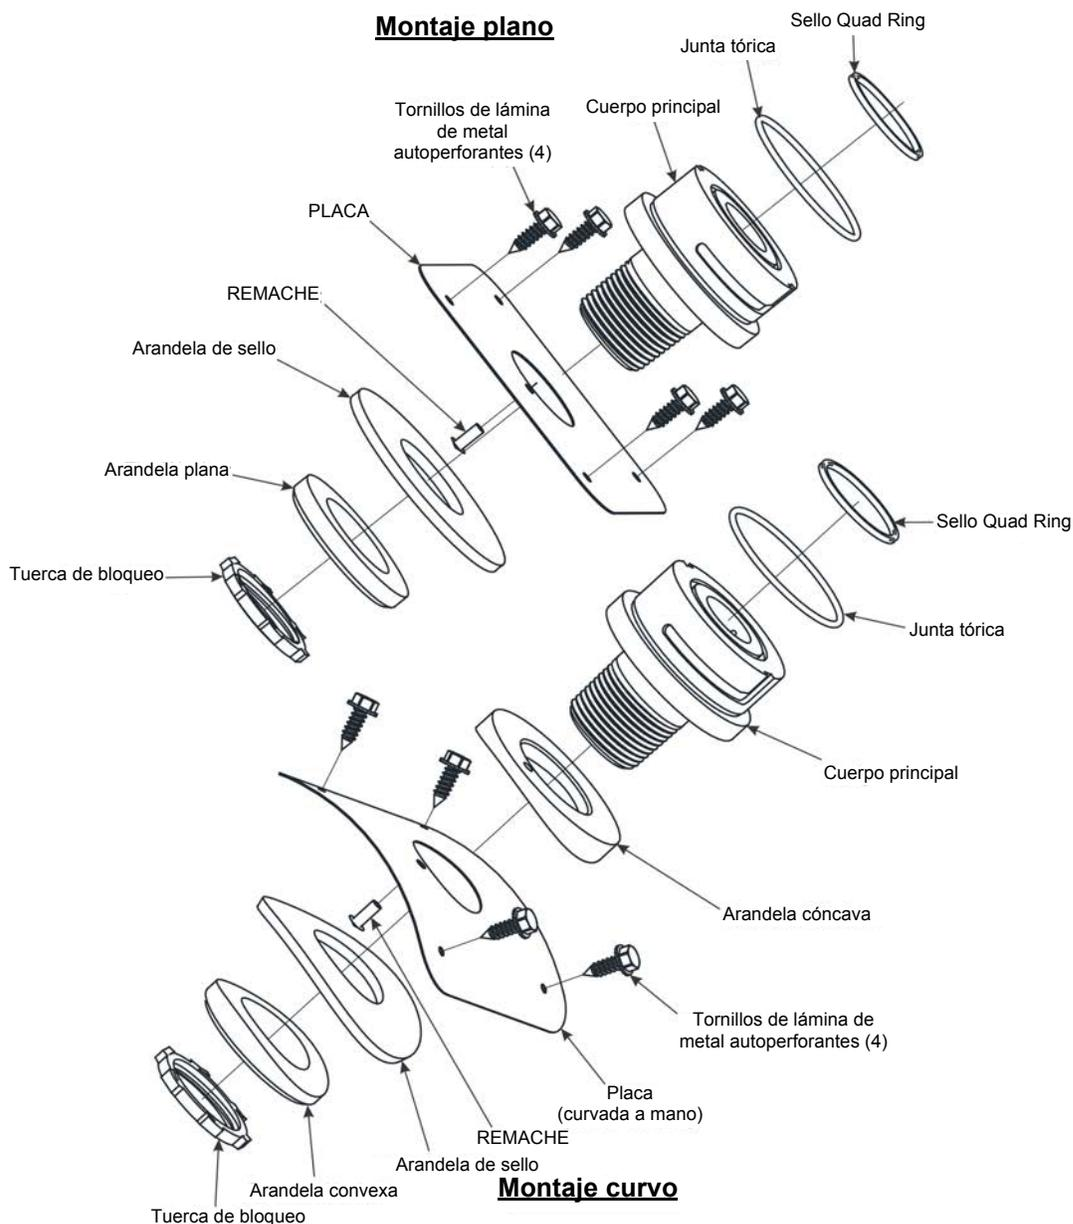

Figura 4-12: Accesorio para montaje en conducto Meridian
1. Arme correctamente el accesorio de montaje en conducto para su aplicación de conducto particular antes de ajustar la tuerca de bloqueo. La tuerca de bloqueo se mete en la arandela para lograr un ajuste duradero. Consulte la Figura 4-12: Accesorio para montaje en conducto Meridian para conocer más detalles.